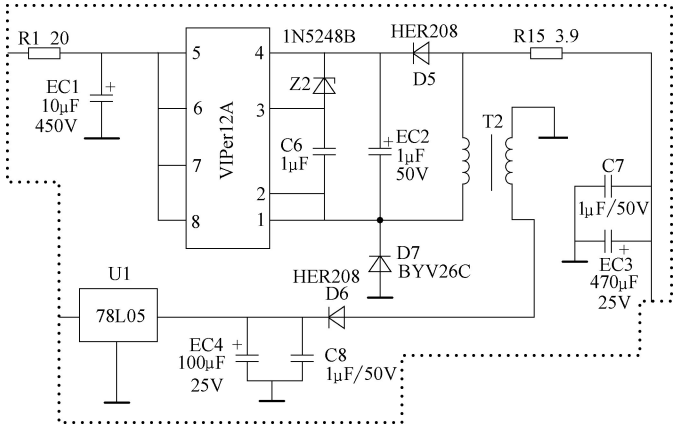

图 4-14 VIPer12A 相关电路截图
**维修笔记** 该电磁炉采用一体化主板。VIPer12A 相关电路截图如图 4-14 所示。